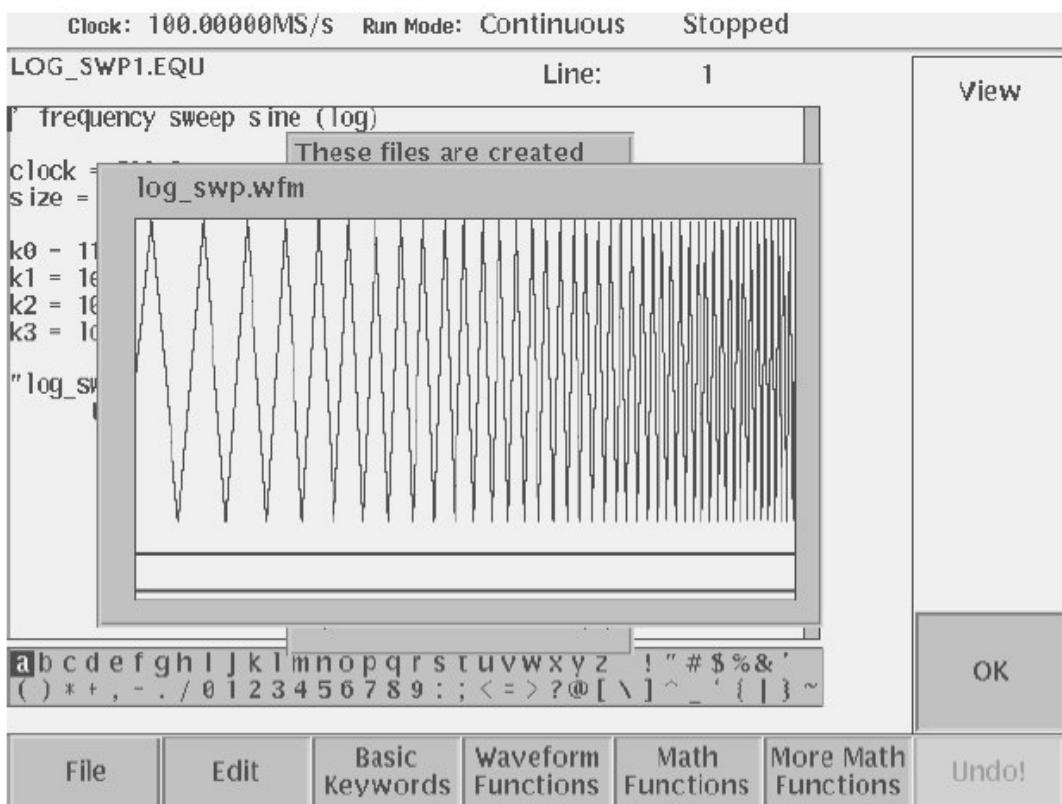

图 44 观察器显示编译波形
2. 按压 **View** 侧面键来观看编译波形, 如图 44 所示。